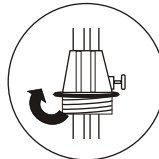

Figure 4
3. Une fois que le bas de la pompe touche la base du tambour, attacher solidement le bouchon sur le tambour (figure 4).